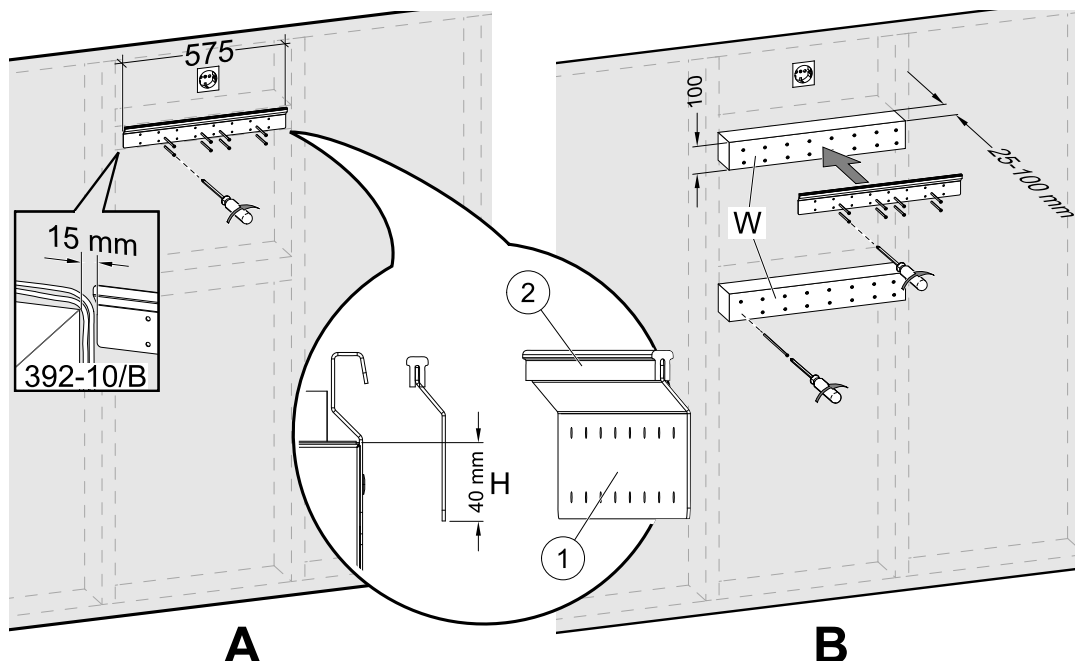

Bild 9 Installation der Wandhalterung mit oder ohne Unterkonstruktion
2. Schrauben Sie die Wandhalterung (Pos. 1) mit dem Vibrationsdämpfungspad (Pos. 2) an die Wand (Abbildung 9, Pos. A). **Schrauben sind nicht im Lieferumfang enthalten**, wählen Sie diese anhand Ihres Wandtyps aus. Verwenden Sie geeignete Löcher, um die Halterung an der Wand festzuschrauben. Die Unterkante der Halterung sollte 40 mm (H) unter der Geräteoberseite liegen.
Falls die Tiefe der Schränke viel größer ist als die des Geräts, installieren Sie Holzblöcke als Unterkonstruktion (Pos. W), um den fehlenden Abstand auszugleichen (Abbildung 9, Pos. B). Montieren Sie die Wandhalterung am oberen Block. Wählen Sie die Dicke der Blöcke entsprechend den Anforderungen um das Gewicht zu tragen.